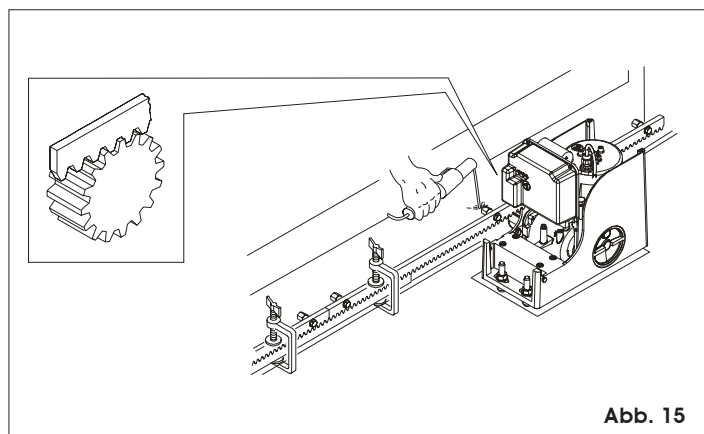

Abb. 15
- 5) Ein weiteres Element der Zahnstange an das vorherige Element anlegen, um die Verzahnung der beiden Element in Phase zu bringen. Dabei wird ein Stück der Zahnstange, wie in Abb. 15 gezeigt, verwendet.